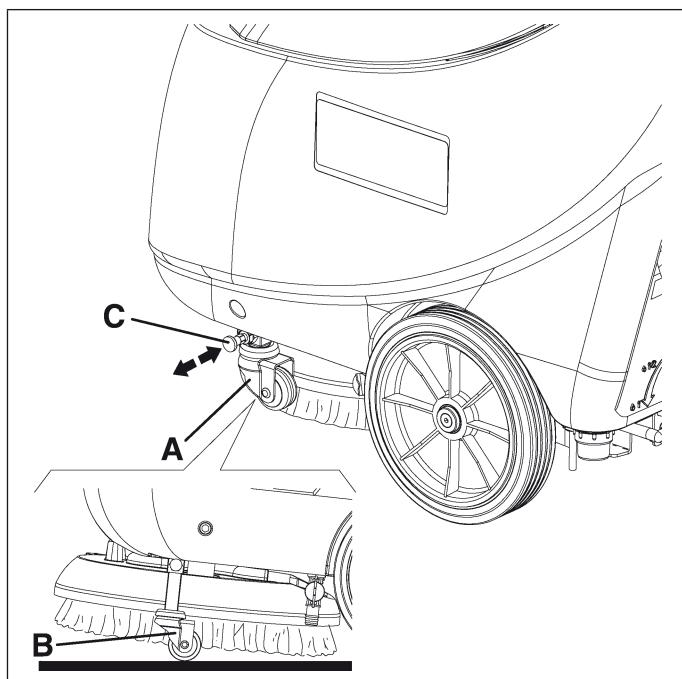

Figure 9
- Soulever la brosse/disque et activer le dispositif de stationnement (A, Fig. 9) en le positionnant sur (B) après avoir actionné la goupille correspondante (C).